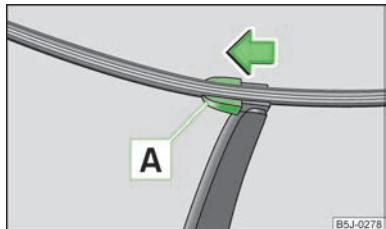

Fig. 33
- Abatir el brazo de la escobilla separándolo del parabrisas y colocar la escobilla en posición perpendicular al brazo » fig. 33.
- Colocar la escobilla en el brazo de la escobilla y enclavar el seguro [A] » fig. 33.